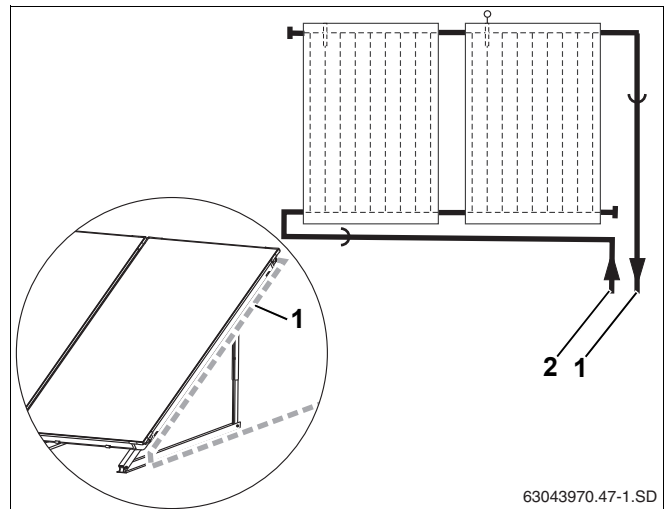

Рис. 55 Подвод сборных линий к полю коллектора
- ▶ Проведите подающую линию (рис. 55, поз. 1) вдоль коллектора, а не вертикально вниз.